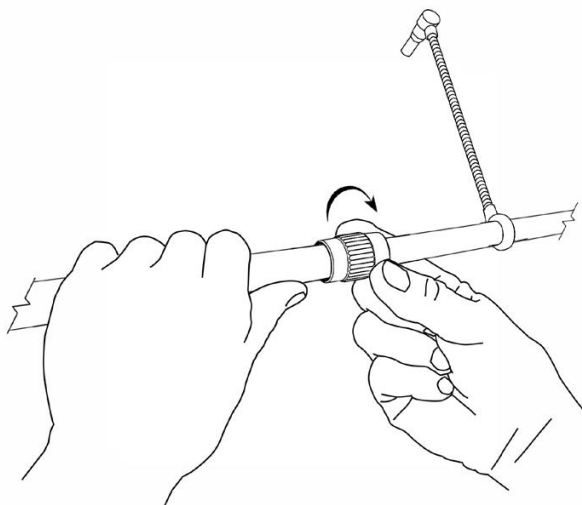

Рис.3
2. Выньте PianoMic™ телескопическую трубку из футляра и слегка ослабьте две цанговые муфты по обеим сторонам от гибких микрофонных держателей (рис.3). Это позволит регулировать длину трубки с обоих концов, когда она будет помещена в рояль.